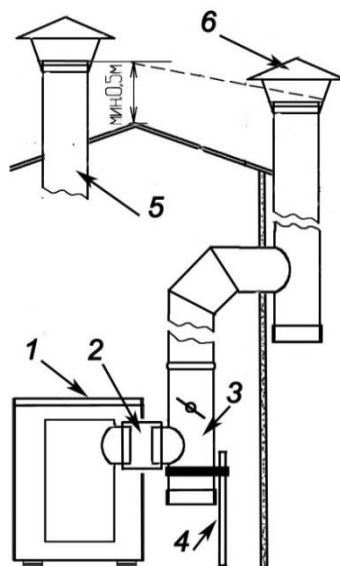
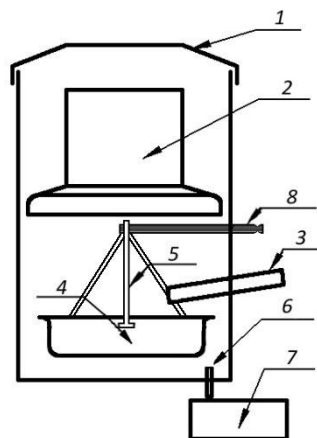

Рис. 1 Схема установки дымовой трубы
Рис. 2 Камера сгорания
- Смонтируйте дымовую трубу ( рис. 1 ).
- Установите в камеру сгорания подвеску 5 с тарелкой 4 и рычаг 8 (рис.2). Сначала опустите подвеску с тарелкой, выдвинув маслопровод 3. Вставьте рычаг 8, немного приподняв его. **Рычаг должен захватить тягу клапана и пружинить при воздействии на него!** Подвесьте на рычаг подвеску с тарелкой. Задвиньте маслопровод.
После присоединения выхлопной трубы и топливного шланга, с помощью регулируемых ножек выставляем отопитель так, чтобы тарелка, висящая на подвеске, была **равноудалена от стенок** камеры сгорания. При этом соединительная муфта 2 (рис. 1) должна быть максимально разгружена! Так как при нагреве камера сгорания удлиняется! Вставьте дефлектор 2 и закройте крышку1 (рис. 2).
На Рис.1. схематически изображено устройство дымоотводящей системы:
- Снять крышку 1(рис.2), вынуть дефлектор 2, приподняв, вытянуть рычаг 8, немного вытянуть маслопровод 3 и извлечь подвеску 5 вместе с тарелкой 4.
Очистка маслопровода 3 (рис.2) может осложниться его полной закоксовкой. В этом случае нужно вынуть маслопровод, сняв с него шланг и пройти его сверлом 8 мм, лучше перфоратором.
- \* При установке дымовой трубы нужно исключить давление трубы (в том числе и терморасширение) на камеру сгорания, для этого необходимо использовать прилагаемую опору (рис. 1), зафиксировав ее при максимально прижатом вверх к дымовой трубе регуляторе тяги (тройник с заслонкой).